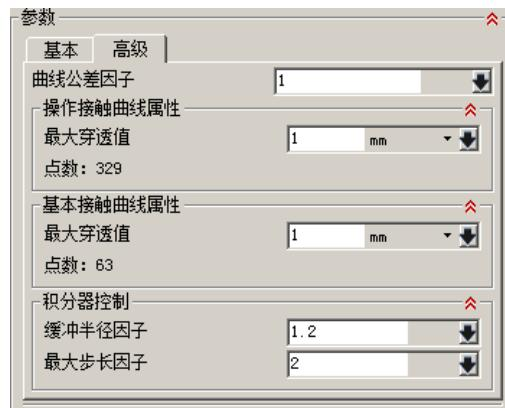

图 6.5.8 定义参数
(4) 定义高级参数。单击 **参数** 区域中的 **高级** 选项卡, 设置图 6.5.8 所示的参数。